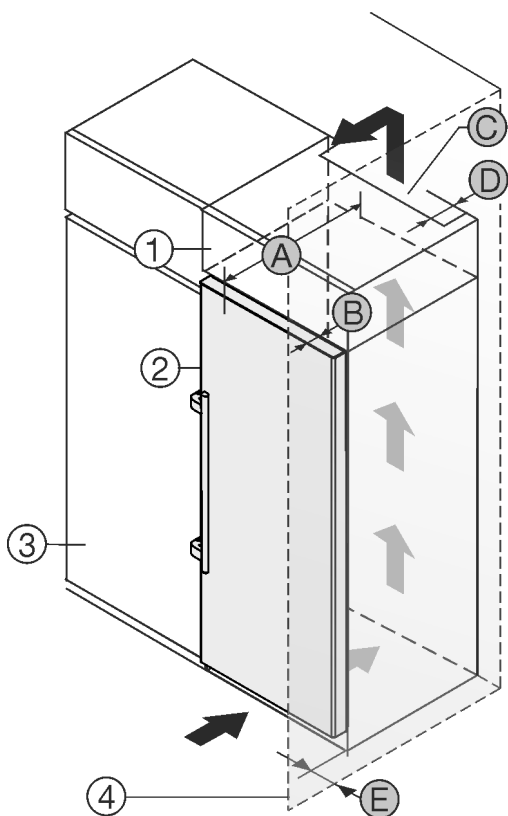

Fig. 8
此冰箱可安装在厨柜内。为了使冰箱 Fig. 8 (2) 与橱柜高度一致，可在冰箱上面放置一个附加柜 Fig. 8 (1)。
可将冰箱直接放置在餐具柜 Fig. 8 (3) 旁边。为了能完全打开门，冰箱必须凸出橱柜正面一定深度 Fig. 8 (B)。根据橱柜的深度，使用壁距调整垫片可以使冰箱更为凸出。
- 在附加柜背面必须有一个竖风道，其深度 Fig. 8 (D) 应超过整个附加柜宽度。
- 盖板下必须保有通风横截面 Fig. 8 (C)。
如果将带铰链的冰箱放置在墙壁 Fig. 8 (4) 边，冰箱和墙壁必须保有距离 Fig. 8 (E)。这取决于冰箱门打开时把手与墙壁的距离。